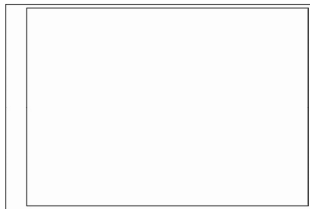

图 7-31 绘制 A3 图框
(1) 绘制 A3 图框：根据表 7-1 绘制 A3 图框，如图 7-31 所示，外框为细实线，内框为粗实线。